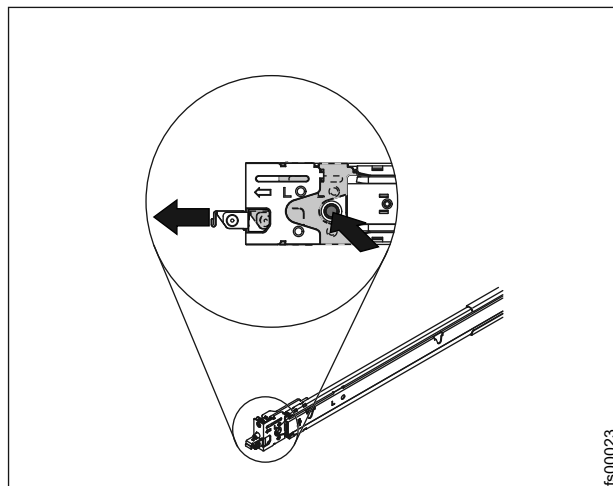

図 29. スライド・レールの後部端の取り付け
5. 45 ページの図 29 に示すように、青色のボタンを押してラッチを前方にスライドさせます。